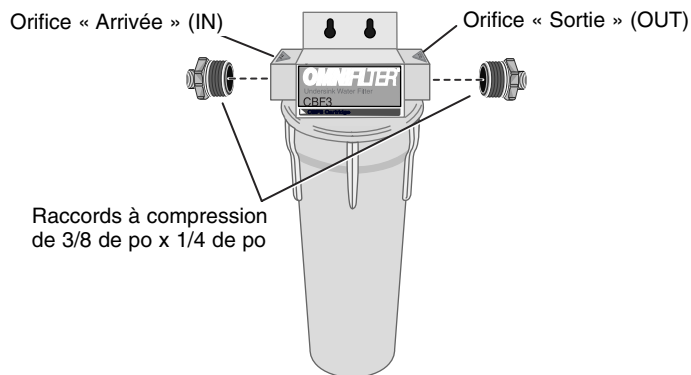

Figure 7
10. Visser les deux raccords à compression filetés dans la cuve du filtre. Se reporter à la Figure 7.